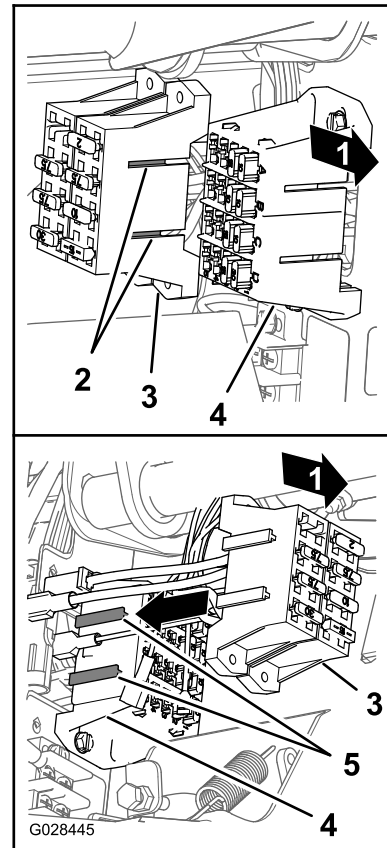

図 24
6. スプレーヤのヒューズブロックのT字フィッティングを、車両のヒューズブロックのT字スロットに合わせて、スプレーヤのヒューズブロックをスロットの一番奥までしっかりと差し込む (図 24)。